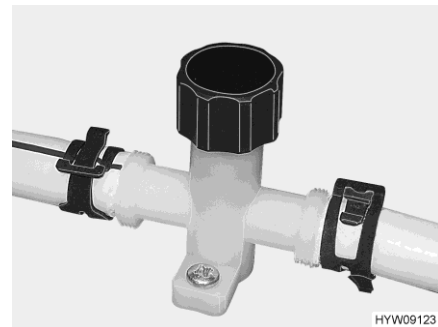

Fig. 154 Rubinetto di scarico (tubatura dell'acqua)
- Chiudere i rubinetti di scarico. A tal fine, ruotare in senso orario il coperchio del rubinetto di scarico (Fig. 154).